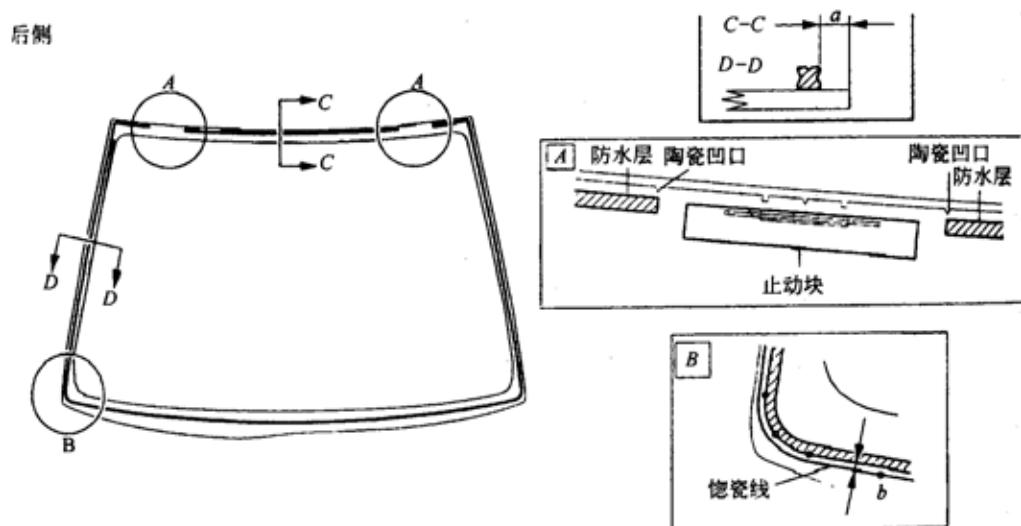

图 9-229
- (1) 给挡风玻璃黏合防水层的安装部分上 G 底漆。
- (2) 如图 9-229 所示，除了已安装防水层的部位以外，在玻璃周围带有双面胶带的新防水层。